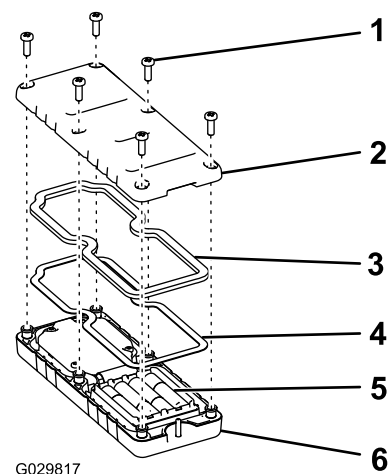

Рисунок 29
1. Отверните 6 винтов в задней части пульта дистанционного управления и снимите крышку (Рисунок 29).
5. Установите крышку, закрепите ее с помощью 6 ранее снятых винтов (Рисунок 29) и затяните их с моментом 1,5-1,7 Н·м.